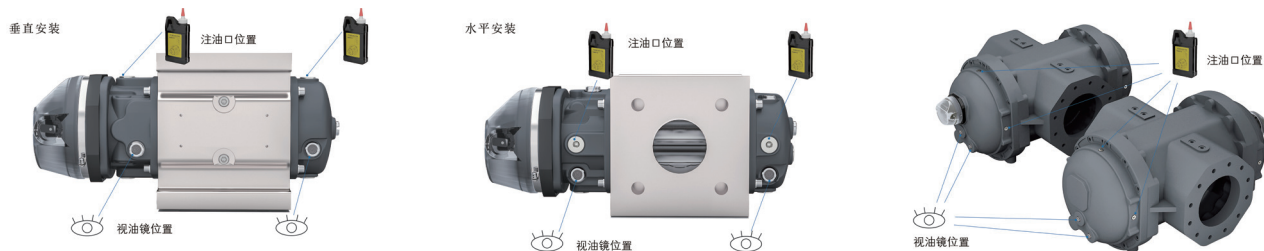

图 10 注油口和视油镜位置图
6.1.2 若油位低于视油镜中心线 3mm（通常加油周期为 3～5 年），说明润滑油损耗，需补充至油视镜中心线。注油口和视油镜位置如图 10 所示。